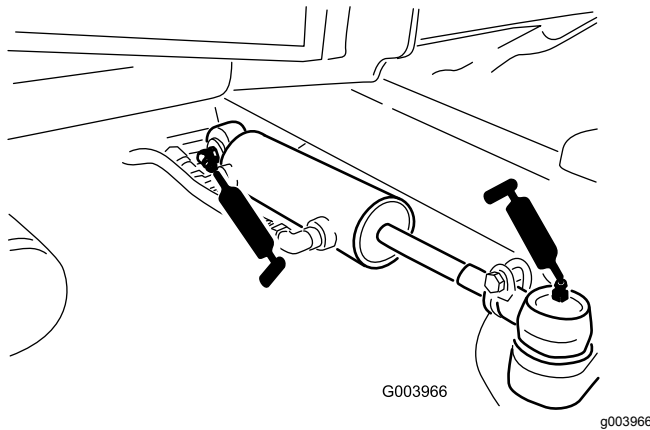

Figure 81
- Rotules de vérin de direction (2) (Figure 81)